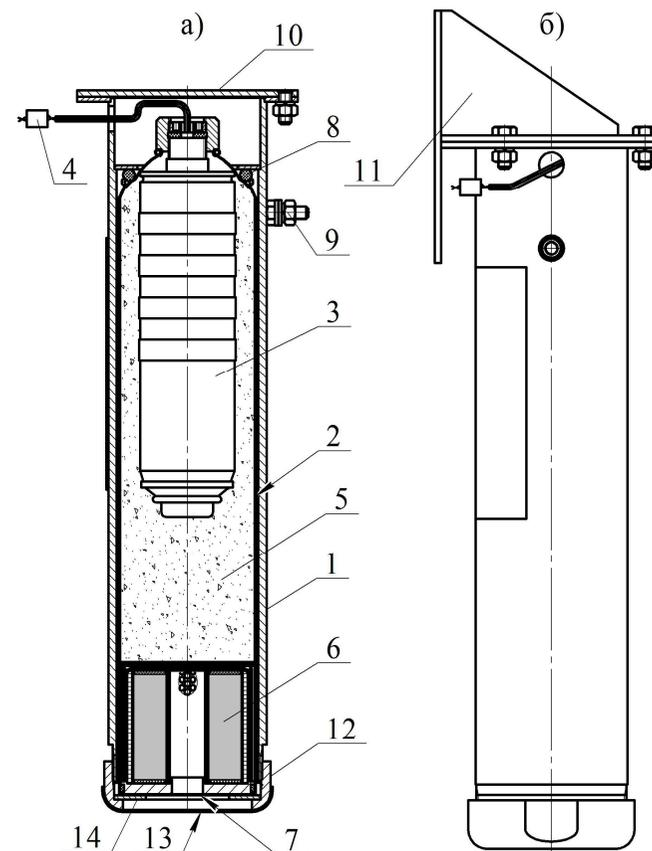

Рисунок 1
4.1.1 ГППТ (см. рисунок 1) состоит из корпуса **1**, в котором размещен сменный картридж **2**, содержащий газогенерирующий элемент **3** с элементом электропусковым **4**. Свободный объем корпуса картриджа **2** заполнен таблетками охладителя **5**. Для очистки огнетушащего газового вещества от механических примесей в картридже установлен фильтр - сепаратор **6**. Выходное отверстие фильтра-сепаратора заглушено самоклеющейся пленкой ПВХ **7**. Для компенсации воздействия вибрации между картриджем и опорной шайбой корпуса **1** установлено резиновое кольцо **8**. Генератор имеет заземляющий зажим **9**. В верхней части ГППТ снабжён кронштейном **10** для крепления к потолочному перекрытию (рисунок 1а) или кронштейном **11** для крепления к стене (рисунок 1б). Для исключения разрушения самоклеющейся пленки ПВХ **7** при транспортировании, хранении и монтаже отверстие гайки **12** заглушено самоклеющейся пленкой **13**, которая снимается после монтажа изделия на объекте.
- отстыковать ГГПТ от кронштейна **10** или **11** (см. рисунок 1) и перенести генератор в комнату сборки;
6.2 Закрепить кронштейн **9** (см. рисунок 1а) или кронштейн **10** (см. рисунок 1б) на потолке, стене, полу или иной несущей поверхности с ориентацией ГППТ под любым углом. Координаты крепежных отверстий в кронштейне **9** приведены на рисунке 2а, в кронштейне **10** – на рисунке 2б.
6.3 Состыковать ГППТ с кронштейном и закрепить соединение гайками. Снять самоклеющуюся пленку **12** (см. рисунок 1) с гайки **11**.